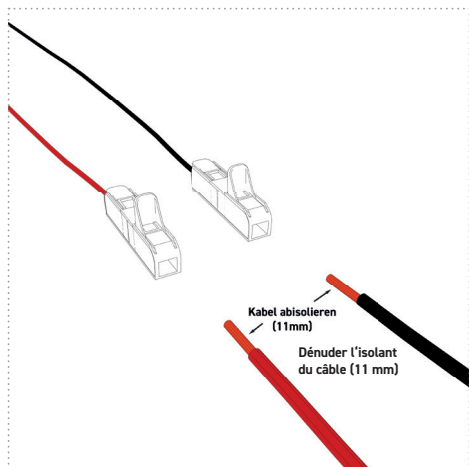

Figure 18
2. Dénudez les câbles de connexion côté bateau sur 11 mm (figure 18).
3. À l'aide du tableau 17, raccordez le câble d'alimentation de l'unité UV à l'alimentation électrique en utilisant les connecteurs fournis (figures 18 et 19).